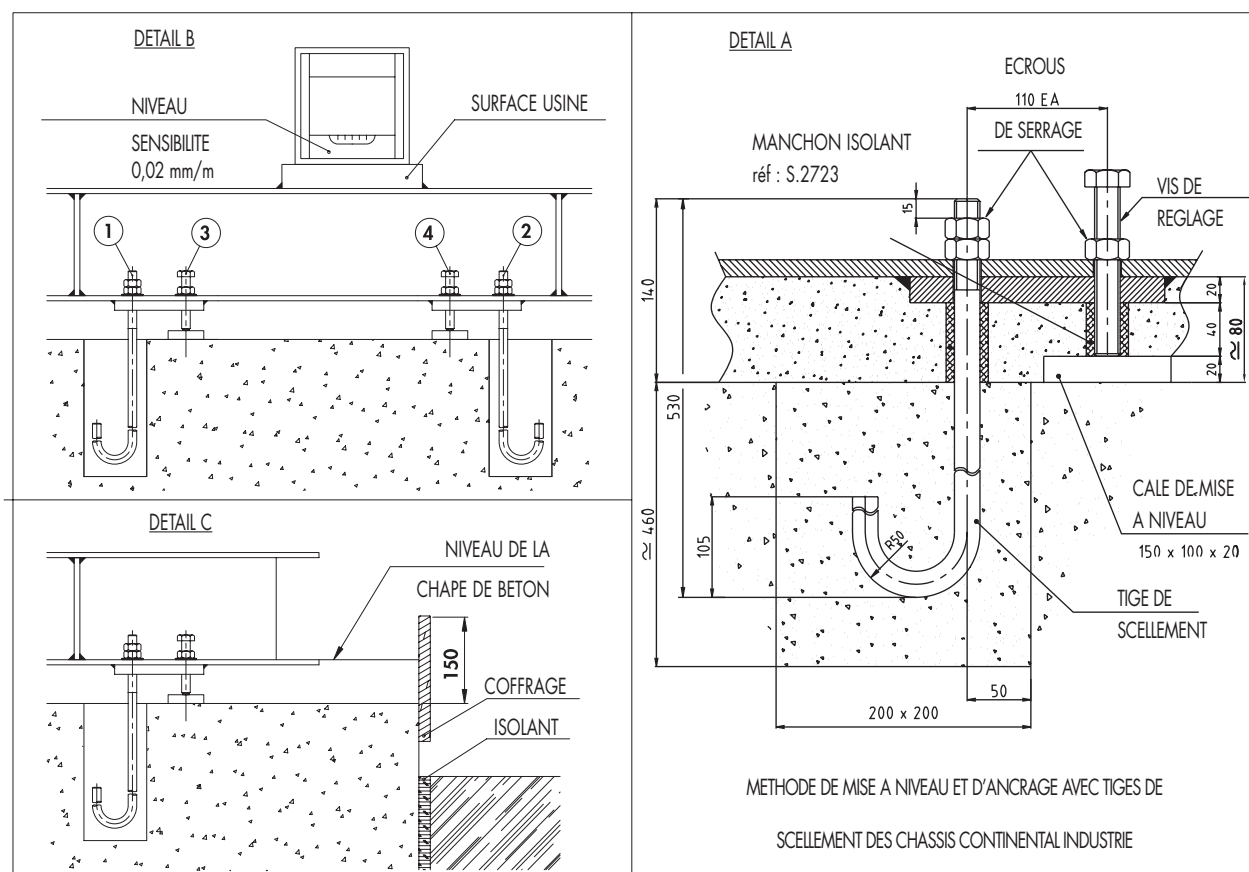

Fig. 2.6
2. Soulever le châssis d'environ un mètre au-dessus du massif. Monter les vis de réglage et les boulons d'ancrage comme indiqué sur le détail A de la Fig. 2.6. Vérifier que les dépassements indiqués de 15 mm et de 50 mm sont bien respectés.
On effectue les réglages en positionnant le niveau à bulle sur le plan usiné comme indiqué sur le détail B de la Fig. 2.6 et en agissant sur les vis de réglage de niveau et des boulons d'ancrages.
8. Nettoyer la surface du massif et la préparer pour couler le ciment. Réaliser préalablement un coffrage comme indiqué sur le détail C de la Fig. 2.6. Dans le cas d'une installation à ciel ouvert, réaliser au préalable des drains adaptés pour l'eau de pluie en tenant compte de la forme du châssis.
Couler du ciment à faible retrait jusqu'au niveau indiqué au détail C de la Fig. 2.6. L'emploi de vibrateurs mécaniques est proscrit, car il pourrait déséquilibrer la planéité obtenue.